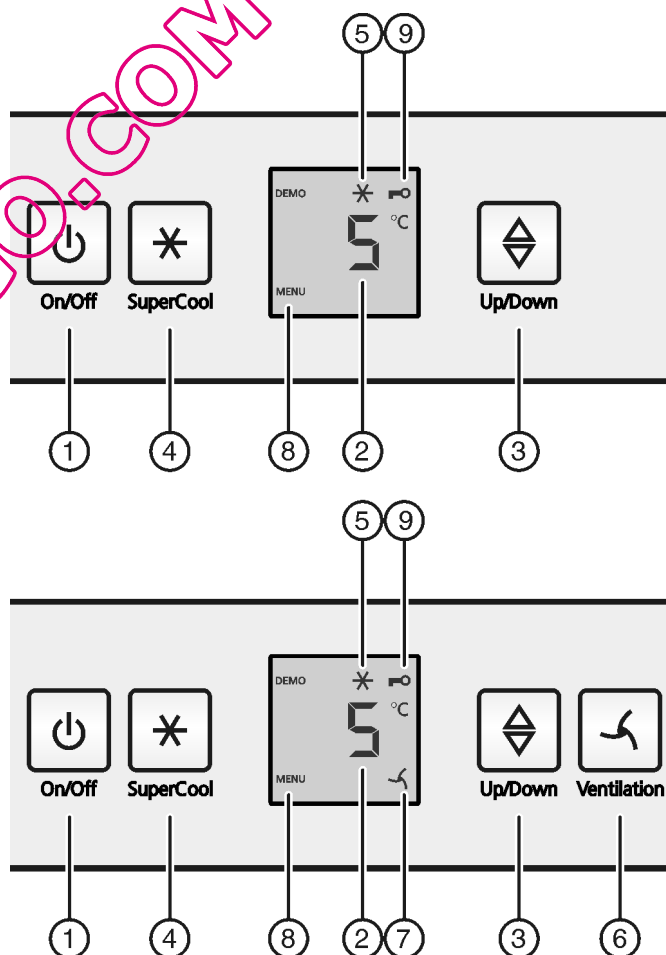

Fig. 2
- ▶ Appuyez sur la touche marche/arrêt Fig. 2 (1).
- ▶ Appuyer env. 5 secondes sur la touche SuperCool Fig. 2 (4).
- ▷ Le symbole Menu Fig. 2 (8) apparaît dans l'affichage.
- ▶ Confirmer brièvement avec la touche SuperCool Fig. 2 (4).
- ▷ Le symbole Sécurité enfants Fig. 2 (9) s'allume dans l'affichage.
- ▶ Appuyer brièvement sur la touche On/Off Fig. 2 (1).
► Appeler la fonction de température : appuyer sur la touche de réglage Fig. 2 (3).
► Modifier la température par incrément de 1 °C : appuyer sur la touche de réglage Fig. 2 (3) jusqu'à ce que la température souhaitée apparaisse dans l'affichage de température.
► Appuyer brièvement sur la touche SuperCool Fig. 2 (4).
▷ Le symbole SuperCool Fig. 2 (5) s'allume dans l'affichage.
▷ Le symbole SuperCool Fig. 2 (5) s'éteint dans l'affichage.